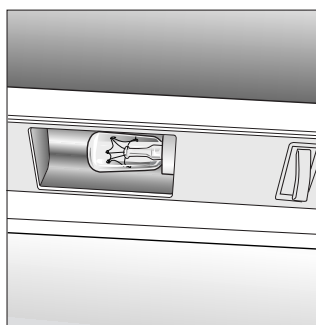

Fig. 3
- Cómo cambiar la bombilla interior: En la parte trasera de la caja termostato está situada la bombilla de alumbrado interno. En caso de tener que reemplazarla, desenrosca la bombilla agotada y sustituir la con otra cuya potencia no sea de más de 15 W actuando según se indica en la fig. 3.